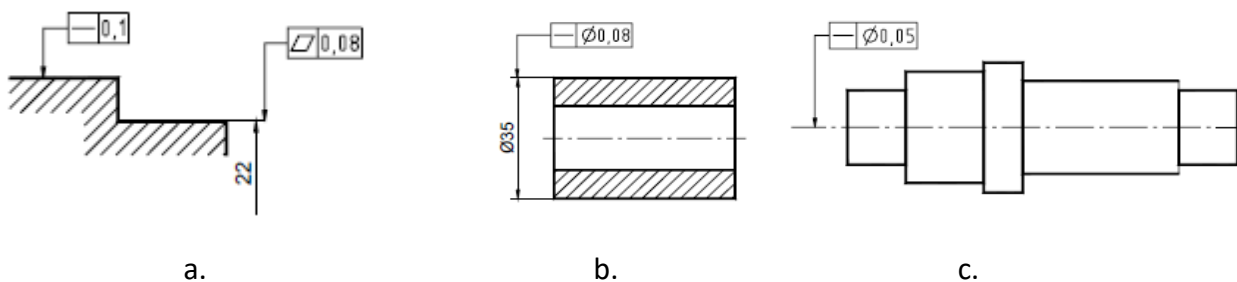

Fig. 9
- linia de contur sau o linie ajutătoare, dar nu în dreptul linii de cotă, dacă toleranța se referă la suprafața respectivă (fig. 9-a);
- pe linia ajutătoare, în prelungirea liniei de cotă, dacă toleranța se referă la axa de simetrie sau la planul de simetrie al piesei (fig. 9-b);
- pe axă, dacă toleranța se referă la axa (planul de simetrie) al tuturor elementelor care admit această axă (plan de simetrie) (fig. 9-c)